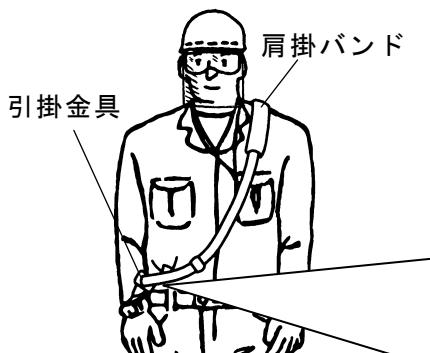

図.1
(2) 肩掛けバンドの使い方
① 肩掛けバンドの装着・使い方
① 肩掛けバンドは消耗品です。切れ、ほつれ、損傷等が無いことを確認し、図.1 のように装着してください。